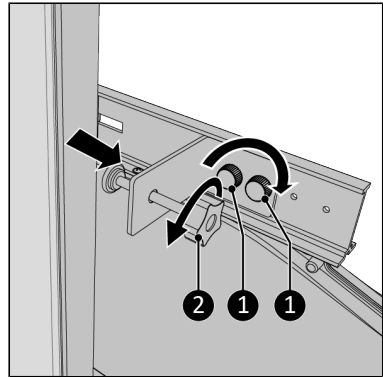

Abbildung 116.
13. Schrauben Sie die Klemmschraube vollständig zurück (Abbildung 116, Pos. 2).
15. Schrauben Sie die Klemmhalterung mit den beiden Knopfschrauben (Abbildung 116, Pos. 1) an der Hauptschiene fest.